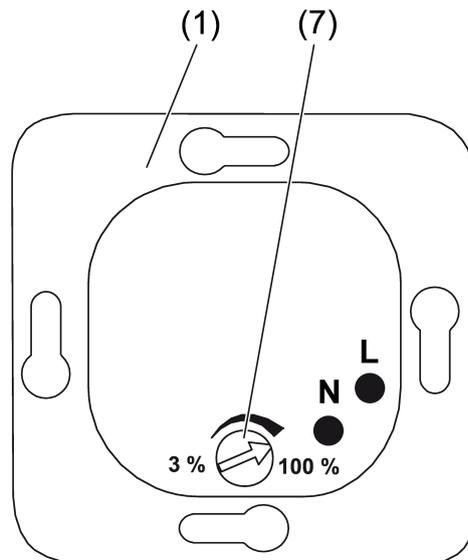

Figura 3: Regolatore di luminosità
- Smontare l'inserto da incasso (1) dalla scatola apparecchi. Verificare la conformità dell'isolamento dei cavi.
- Accendere la lampada con l'interruttore (6).
- Impostare la luminosità agendo sul regolatore (7) (Vedi figura 3).
- Montare l'inserto da incasso (1) nella scatola apparecchi. I morsetti di collegamento devono essere rivolti in basso.